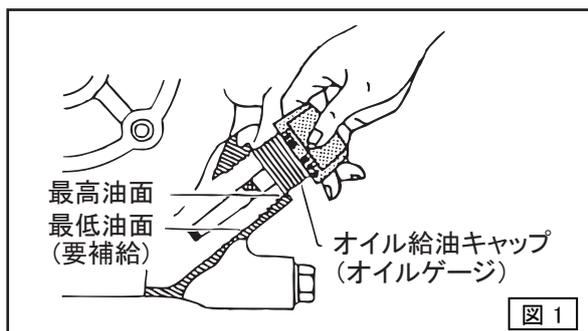

図1
1. エンジンを水平にし、オイル給油キャップ(オイルゲージ)を外し、注油口の口元までオイルがあるか点検してください。不足している場合は補給してください。(図1)